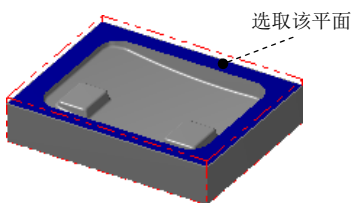
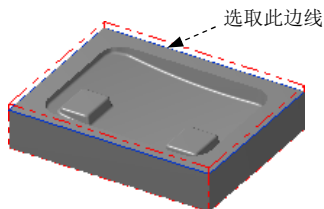

图 10.4 定义参考面
图 10.5 绘制矩形边界
Step1. 绘制矩形边界。单击“顶视图”按钮, 选择下拉菜单 **绘图(C)** → **边界盒(B)...** 命令, 取消选中 ☐ **所有图案** 复选框, 然后选取图 10.4 所示的面, 单击  按钮, 结果如图 10.5 所示。
(2) 设置加工边界。在 **Containment boundary** 区域中单击  按钮, 系统弹出“串连选项”对话框。在图形区中选取图 10.5 所绘制的边线, 单击  按钮, 系统返回至“刀具路径的曲面选取”对话框。
(3) 单击  按钮, 完成加工区域的设置, 同时系统弹出“曲面粗加工挖槽”对话框。